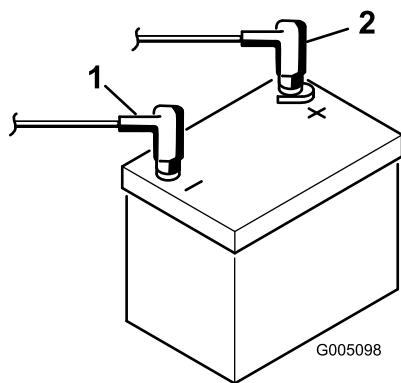

図 4
- 赤いケーブルをバッテリーの端子に、黒いケーブルはバッテリーの端子にはめ、ボルトとナットで固定する 図 4。プラス端子が電極に十分にはまり込んでいること、ケーブルの配線に無理がないことを確認する。ケーブルとバッテリーカバーを接触させないこと。